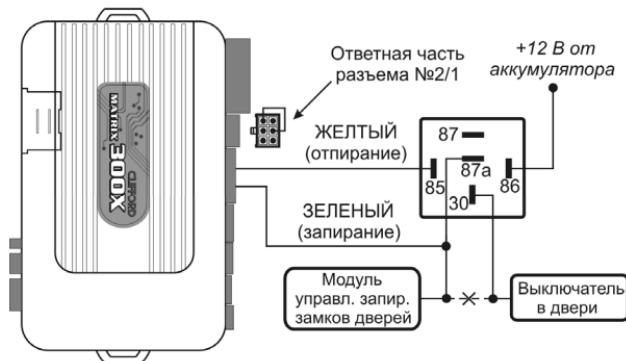

Рис. 3
- ◆ Подсоедините ЖЕЛТЫЙ и ЗЕЛЁНЫЙ провода системы (Разъём №3) к дополнительному реле согласно схеме (Рис.3):